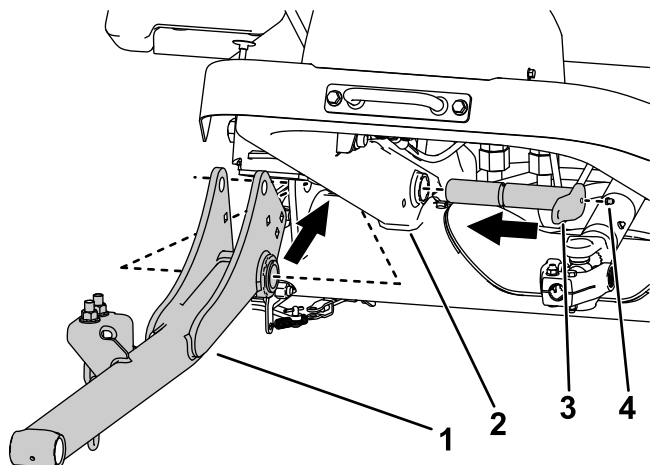

図 6
- 大きいピン2本を使用して昇降アームをマシンのフレームに取り付ける 図 6。
- 大きいピンにグリスフィッティングを取り付ける 図 6。